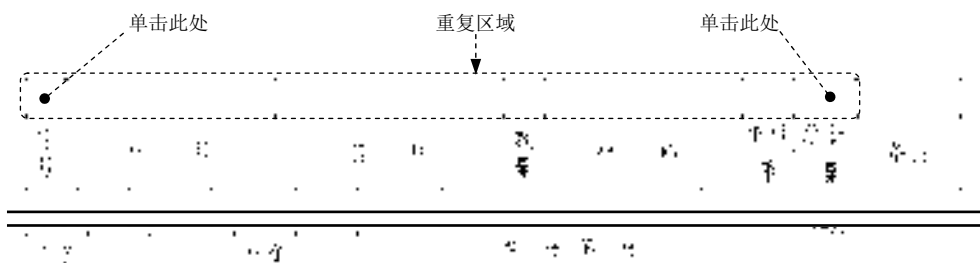

图 8.3.2 选择重复区域
Step3. 系统提示 **定位区域的角**，选取图 8.3.2 所示的两个单元格，选择 **TBL REGIONS (表域)** 菜单下的 **Done (完成)** 命令，系统自动将两单元格间的区域定义为重复区域，如图 8.3.2 所示。